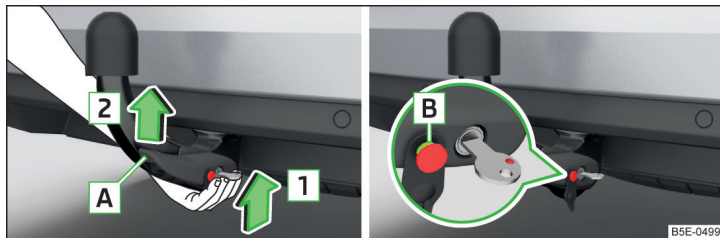

Fig. 164 Colocar barra de cabeza esférica / perno de desbloqueo en el estado desplegado
- Agarre la barra de cabeza esférica **desde abajo** » fig. 164 y encájela en la cavidad de alojamiento siguiendo el sentido de la flecha [1] hasta que se encastre de forma audible » !.